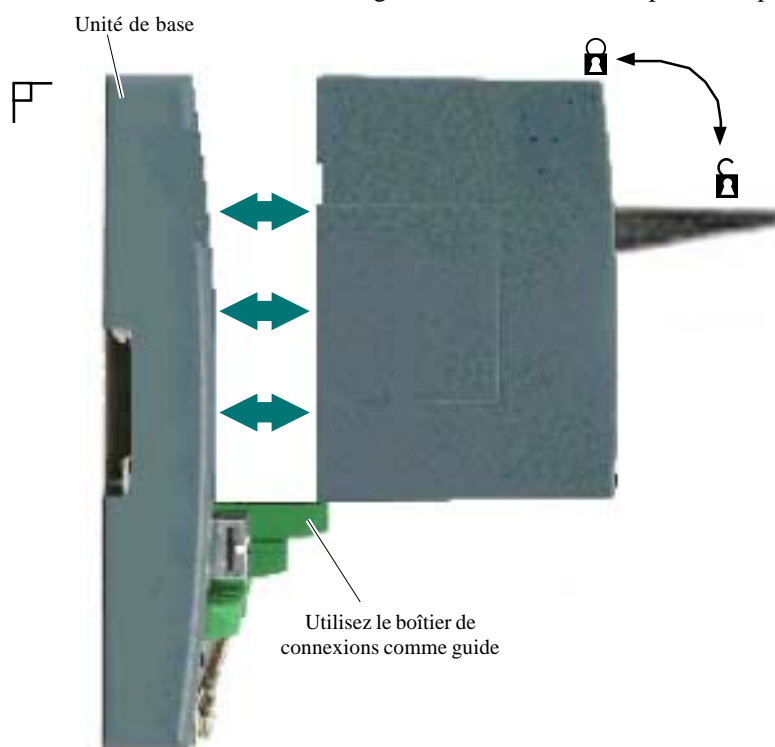

Figure 2.3.4 Installation/dépose du module
1. Tirez le levier de blocage vers l'avant en position déverrouillée (🔓), voir figure 2.3.4.